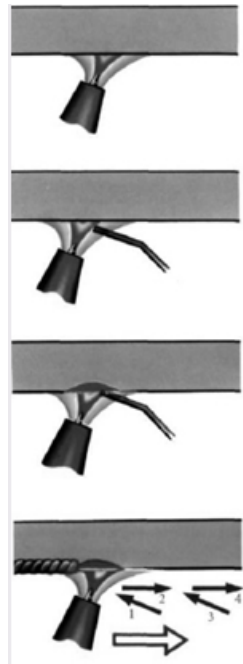

Рисунок 2.6. Зварювання стикових швів в потолочному положенні.
4. Розплавляють кінець дроту так, щоб під тиском зварювальної дуги розплавлений метал попадав у зварювальну ванну. У міру плавлення присадочного дроту формують зварний шов, для чого пальник переміщують уздовж з'єднання і знову подають присадний дріт у зону плавлення (Рис. 2.6).